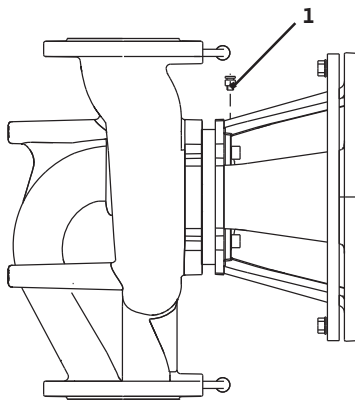

Fig. 43: Entlüftungsventil
- Pumpen durch Lösen der Entlüftungsventile (Fig. 43, Pos. 1) entlüften. Ein Trockenlauf zerstört die Gleitringdichtung der Pumpe. Der Differenzdruckgeber darf nicht entlüftet werden (Gefahr der Zerstörung).